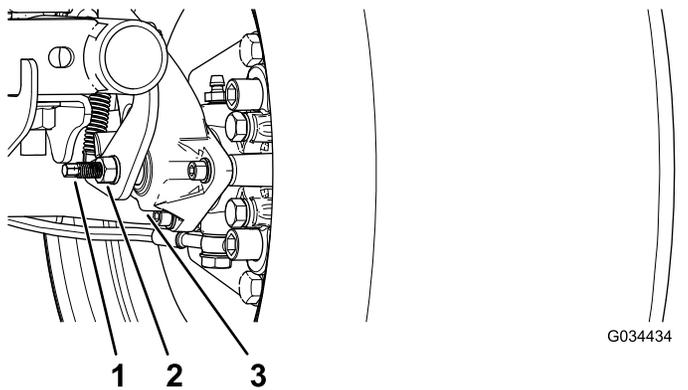

图 62
3. 使用 2 个扳手用 1 个扳手控制住制动盘上的调节杆用另一个扳手将锁紧螺母拧松 1/4 圈 图 62。
4. 在将调节杆和锁紧螺母固定在位的同时旋入调节杆直至旋紧 图 62。
5. 在将调节杆和锁紧螺母固定在位的同时向回倒旋 1/4 圈 图 62。
6. 在将调节杆和锁紧螺母固定在位的同时拧紧锁紧螺母 图 62。